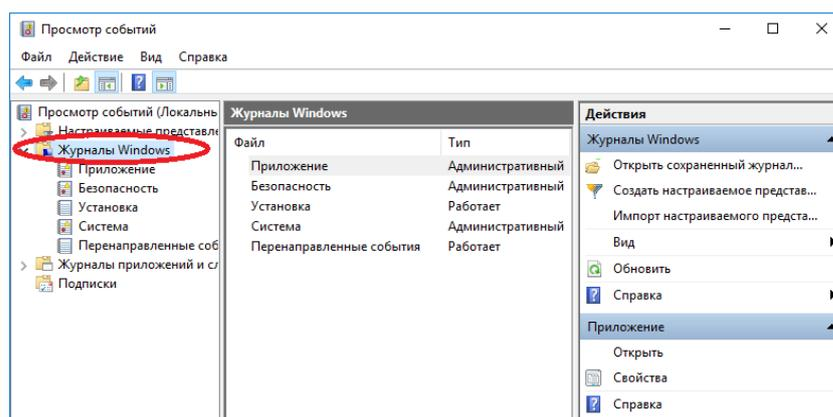

Рисунок 73 – Просмотр событий
8.2.2 В левой части окна выбрать и открыть (двойным щелчком мыши или клавишей **ENTER**) «Журналы Windows» (Рисунок 73).